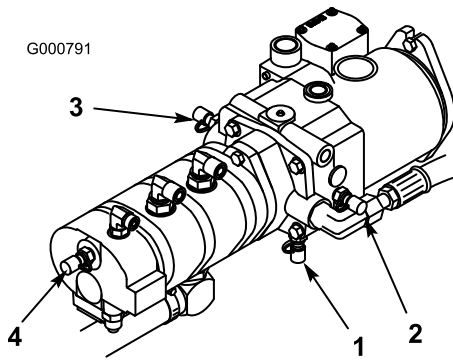

Figura 82
4. El punto de prueba D, ubicado en la parte inferior de la transmisión hidrostática (Figura 82), se utiliza para medir la presión de carga de la transmisión.
5. El punto de prueba E se utiliza para medir la presión de la tracción hacia adelante (Figura 82).
6. El punto de prueba F se utiliza para medir la presión de la tracción hacia atrás (Figura 82).
7. El punto de prueba G se utiliza para medir la presión del circuito de dirección (Figura 82).